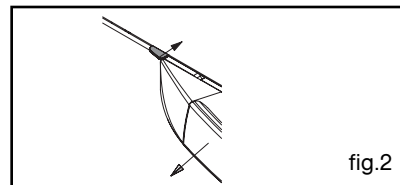

fig.2
– Empurre a alavanca e abra a porta (fig.2).
• Placa multiusos (fig.2)